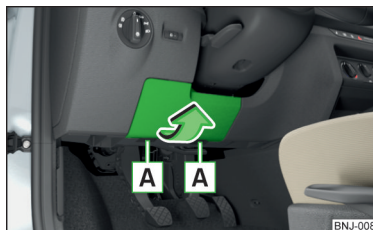

Fig. 178
- > Îndepărtați capacul panoului de siguranțe în sensul săgeții » fig. 178.